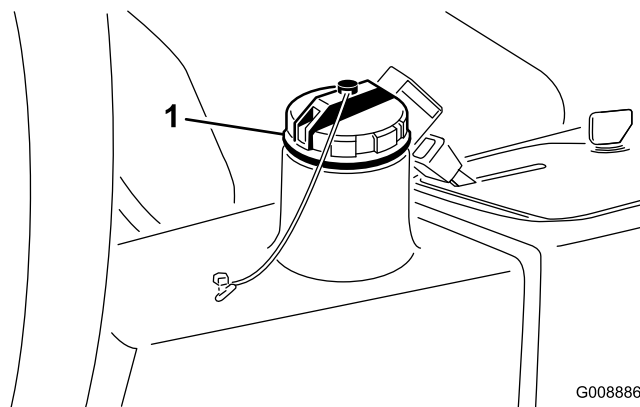

Figura 29
- Limpie la zona alrededor del cuello de llenado y el tapón del depósito hidráulico (Figura 29). Retire el tapón.